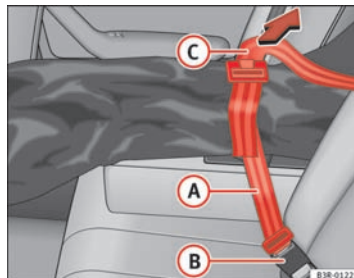

Fig. 129 Manière d'assurer le fourreau avec la sangle de fixation
- Insérez le pêne de la sangle du fourreau  ⇒ page 157, fig. 129 dans le boîtier de verrouillage de la ceinture de sécurité centrale arrière .